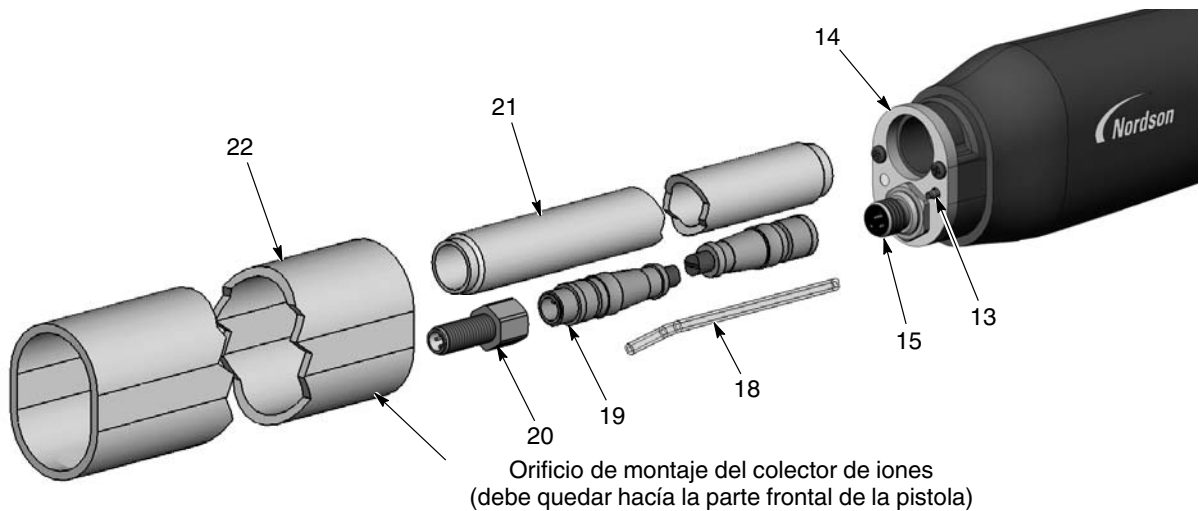
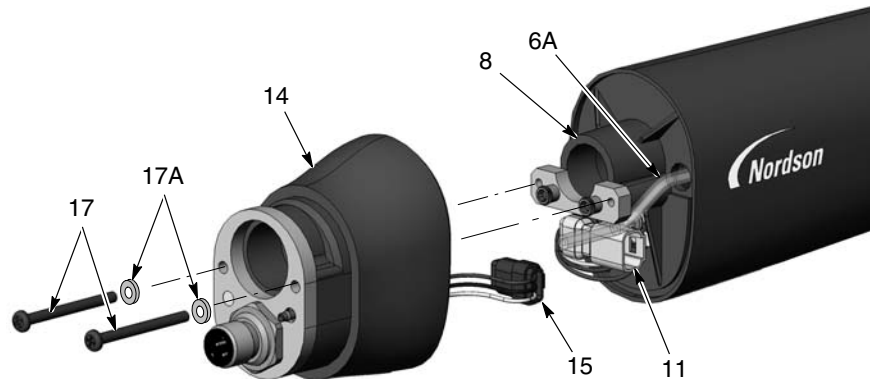
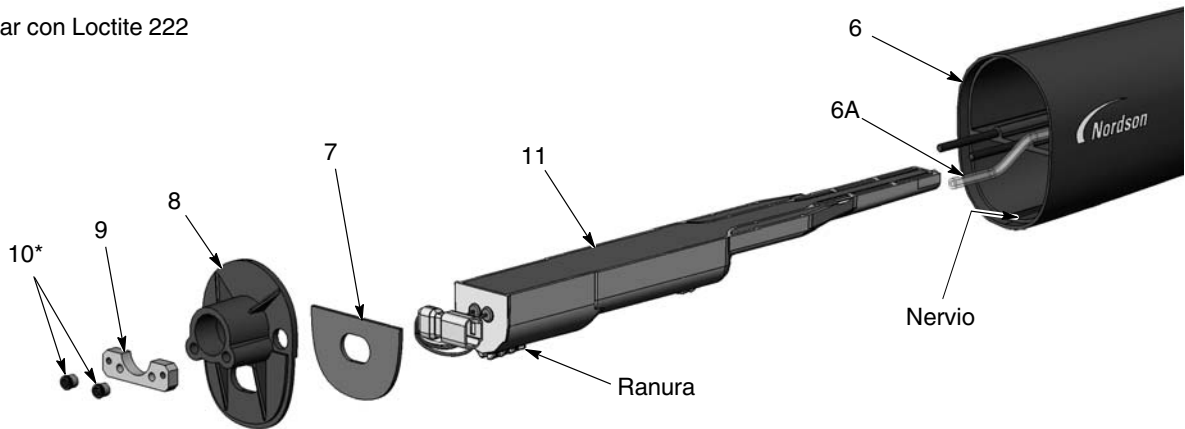

Figura 18 Desmontaje de la pistola de montaje en tubo 2 de 5
Figura 19 Desmontaje de la pistola de montaje en tubo 3 de 5
Figura 20 Desmontaje de la pistola de montaje en tubo 4 de 5
7. Ver la figura 18. Extraer el tubo de montaje (22) del conjunto del cuerpo posterior (14) y por encima del tubo de apriete (21).
9. Desconectar el alargador (19) del cableado del recipiente (15).
10. Desconectar el tubo de aire transparente de 4 mm (18) del racor dentado (13).
11. En caso de sustituir el alargador, extraer el recipiente para cable (20). En caso contrario, dejarlo conectado.
12. Ver la figura 19. Extraer los dos tornillos de cabeza hueca (17) y las arandelas de seguridad (17A) del cuerpo posterior de la pistola (14).
13. Extraer con cuidado el cuerpo de la pistola posterior suficientemente lejos de la pared divisoria (8) para desconectar el cableado de la fuente de alimentación (11) del cableado del receptáculo (15), y el tubo del conjunto del filtro (6A) del racor dentado que está dentro del cuerpo posterior.
14. Ver la figura 20. Con una llave macho hexagonal de 1/8 pulg., extraer los dos tuercas Allen (10) y atornillar la placa (9) de la pared divisoria (8). Posteriormente extraer la pared divisoria del cuerpo de la pistola (6), introduciendo el cableado de la fuente de alimentación a través de la pared divisoria.
1. Ver la figura 20. Instalar el suministro de tensión (11) en el cuerpo de la pistola (6), asegurando que el nervio del cuerpo de la pistola se ajuste a la ranura en la fuente de alimentación. Fijar la fuente de alimentación en el cuerpo de la pistola.
2. Introducir el cableado de la fuente de alimentación a través de la pared divisoria (8), posteriormente instalar la pared divisoria y atornillar la placa (9) encima de los pernos del cuerpo de la pistola. Aplicar el adhesivo de fijación para roscas Loctite 222 a todas las tuercas Allen (10) y enroscarlas a los pernos. Enroscar las tuercas a 0,45 N•m (64 pulg.-onzas) con una llave macho hexagonal de 1/8 pulg.
3. Ver la figura 19. Conectar el cableado del receptáculo (15) al cableado de la fuente de alimentación (11). Enrollar los conectores del cableado (11, 15) en el conjunto del cuerpo posterior en las posiciones mostradas.
4. Conectar el tubo del conjunto del filtro (6A) con el racor dentado de la parte interior del cuerpo posterior. Introducir cualquier tubo de aire transparente extra que haya en el cuerpo de la pistola, y posteriormente instalar el cuerpo posterior en la pared divisoria con los tornillos (17) y las arandelas (17A).
5. Ver la figura 18. Enroscar el tubo de apriete (21) en el cuerpo posterior (14).
6. Conectar el alargador (19) al cableado del recipiente en el conjunto del cuerpo posterior.
7. Conectar el tubo transparente de 4 mm (18) al racor dentado en el conjunto del cuerpo posterior.
8. Orientar el tubo de montaje (22) con el colector de iones mirando hacia la parte frontal de la pistola.